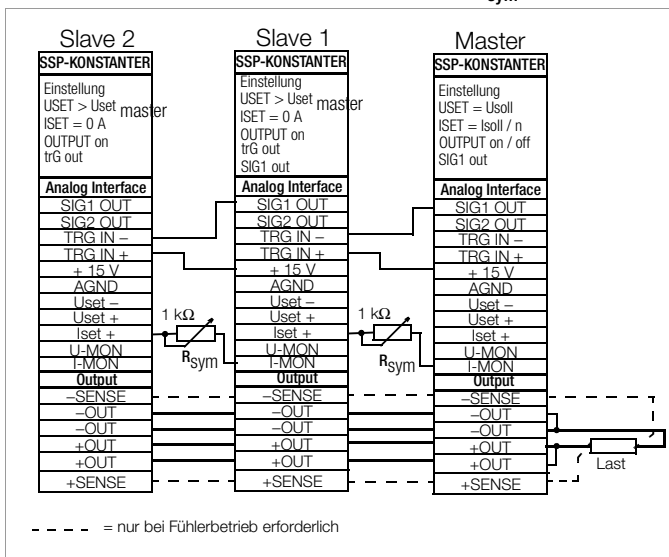

Bild 5.9.2 Verdrahtung für Master-Slave-Parallelschaltung
- **Verkoppeln** Sie **Master**- und **Slave**-Gerät(e) wie in Bild 5.9.2 dargestellt.